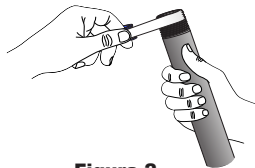

Figura 2
3. Envuelva el extremo roscado del tubo de aspiración con 3 o 4 vueltas de cinta de rosado (vea la figura 2). Enrosque el tubo de aspiración en la parte inferior del adaptador y fjelo a mano hasta que quede ajustado.